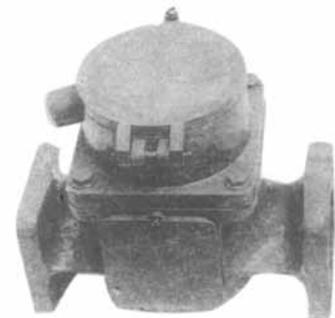

Fig. 13
9.1 Relais de protection (voir Figure 13 et Annexe 5 à la page 23)